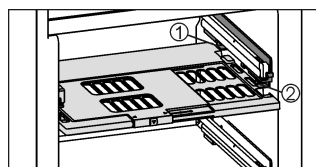

Fig. 18
► Установка пластины регулировки влажности: поперечные ребра крышки на пластине вставить через низ в задний держатель Fig. 18 (1) и защелкнуть спереди на держателе Fig. 18 (2).